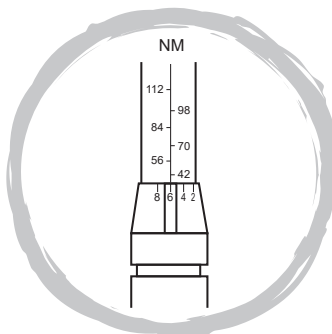

Fig. 2
- Tourner la poignée moletée dans le sens des aiguilles d'une montre jusqu'à obtenir la valeur de couple requise (Fig. 2).